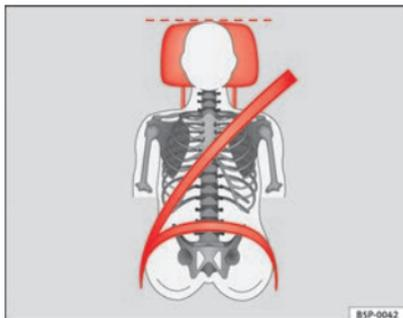
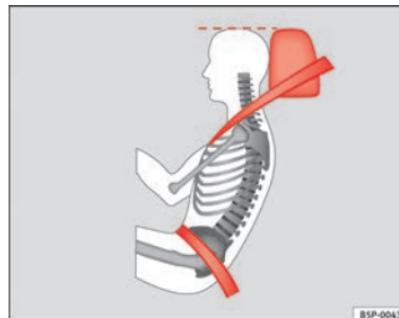

Abb. 89 Von vorne betrachtet: richtig eingestellte Kopfstütze und korrekter Gurtverlauf
Abb. 90 Von der Seite betrachtet: richtig eingestellte Kopfstütze und korrekter Gurtverlauf
- Die Kopfstützen so einstellen, dass sich die Oberkante der Kopfstütze möglichst auf einer Linie mit dem oberen Teil Ihres Kopfes, aber mindestens auf Augenhöhe befindet ⇒ Abb. 89 und ⇒ Abb. 90.